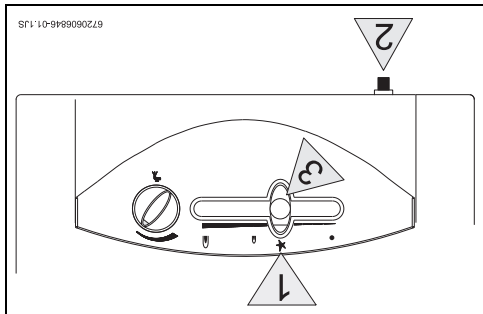

Fig. 3
- ▶ Appuyer sur le bouton de réglage et le maintenir appuyé (→ Fig. 3, [1]).
- ▶ Appuyer sur la touche piezo (→ Fig. 3, [2]). Relâcher le bouton de réglage au bout de quelques secondes (→ Fig. 3, [3]).